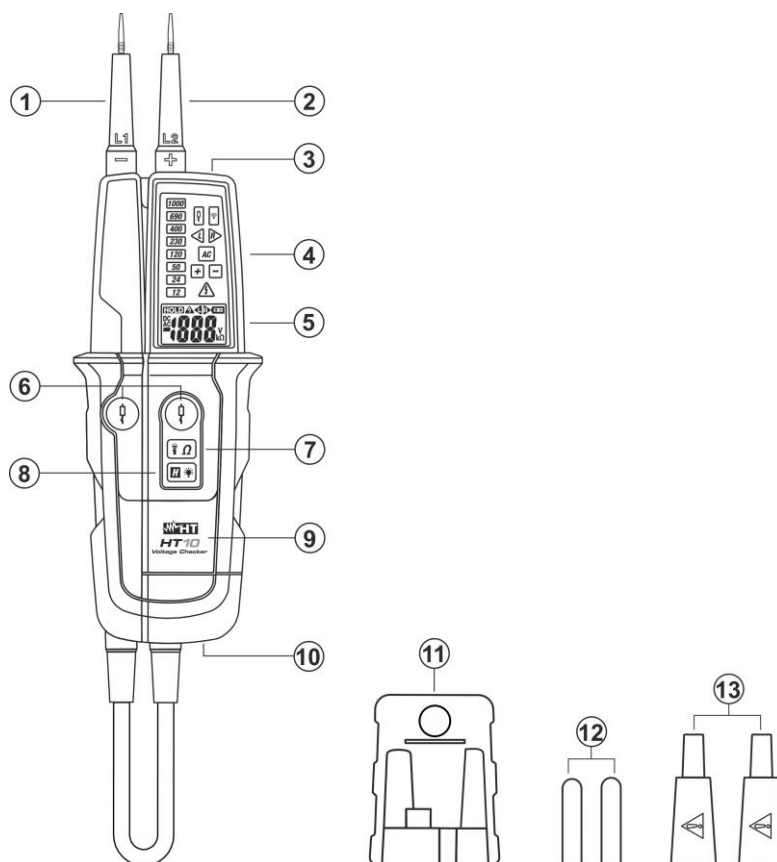
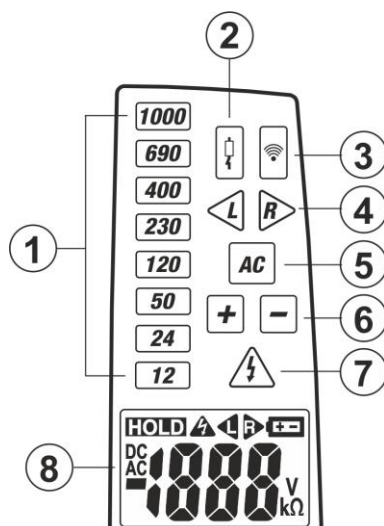

Fig. 1: Descrizione dello strumento
Fig. 2: Descrizione LED di avvertenza
4. **Premere contemporaneamente i due tasti (vedere Fig. 1 – parte 6). La tensione reale presente è mostrata con accensione dei LED rossi e a display. Il simbolo AC e il LED di misura con bassa impedenza (vedere Fig. 2 – parte 2) sono mostrati**